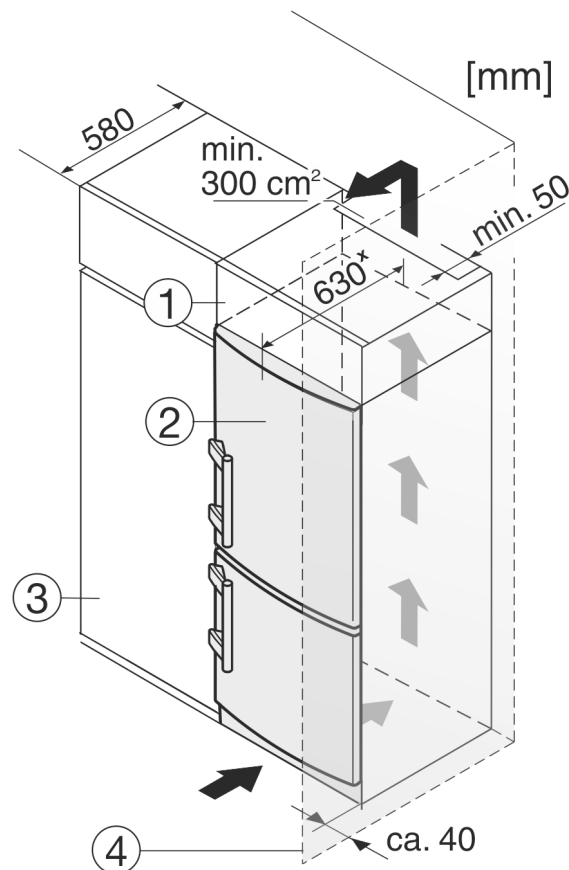

Fig. 9
- (1) Dulap suspendat
- (2) Aparat
- (3) Dulap de bucătărie
- (4) Perete
Aparatul poate fi refăcut cu dulapuri de bucătărie. Pentru a aduce aparatul Fig. 9 (2) la același nivel cu mobilierul de bucătărie, se poate monta deasupra aparatului un dulap suspendat Fig. 9 (1).
În cazul conversiei constructive cu dulapuri de bucătărie (grosime max. 580 mm), aparatul poate fi amplasat direct lângă dulapul de bucătărie Fig. 9 (3). Aparatul iese în afară în partea laterală cu 34 mm * și în centrul aparatului cu 50 mm * în raport cu suprafața frontală a dulapului de bucătărie.
Atunci când aparatul este montat cu balamalele lângă un perete Fig. 9 (4), distanța dintre aparat și perete trebuie să fie de cel puțin 40 mm. Această valoare corespunde proeminenței mânerului cu ușa deschisă.